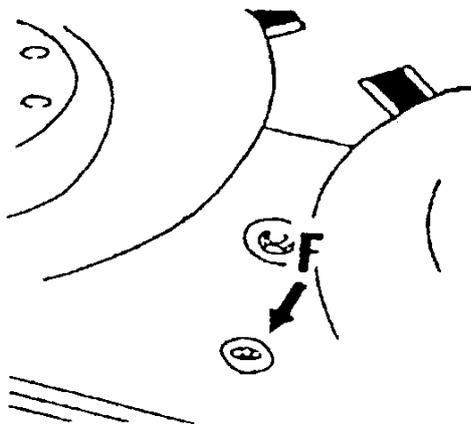
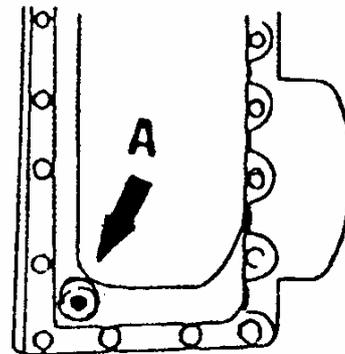

Bild 13
Bild 14
- die genieteten Messerhaltebolzen (1) locker sind (diese keinesfalls anschweißen!)
- die Messerhaltebolzen (1) mehr wie 20 % verschlissen sind; hierzu neues Messer (2) einhängen. Dieses darf sich nicht mehr wie insgesamt 9 mm raus- und reinschieben lassen (Bild 14)
Mähbalken (Bild 13 und 14)
Die Öleinfüllschraube (F) für den Mähbalken sitzt zwischen den mittleren Mähscheiben (Bild 13). Ölstandkontrolle bei exakt waagrecht liegendem Mähbalken durchführen. Der Ölstand in der Öleinfüllöffnung gemessen soll 12 mm betragen. Die Ablassschraube (A) ist am unteren Ende des Mähbalkens, unter dem ersten Mähmesser (Bild 14). Der Ölstand ist alle 20 Betriebsstunden zu kontrollieren.